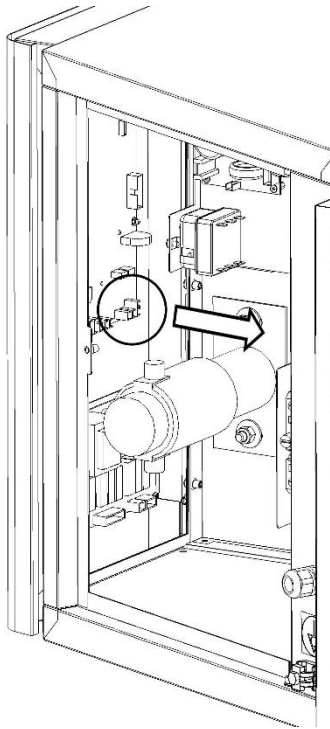

Fig.11A
3. Débrancher les connexions électriques à la carte base (Fig.11A).